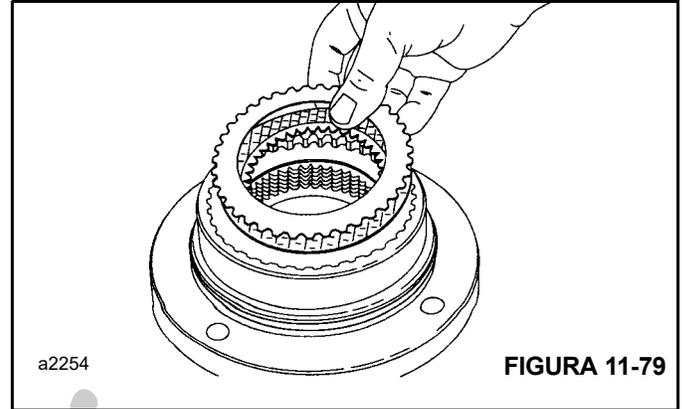

FIGURA 11-79
2. Inserte primero un disco de freno de acero, seguido por un disco de fricción. Luego, alterne los discos de fricción y de acero hasta haber colocado siete (7) discos de fricción y ocho (8) discos de acero (Figura 11-79). Termine con un disco de freno de acero en la parte superior.